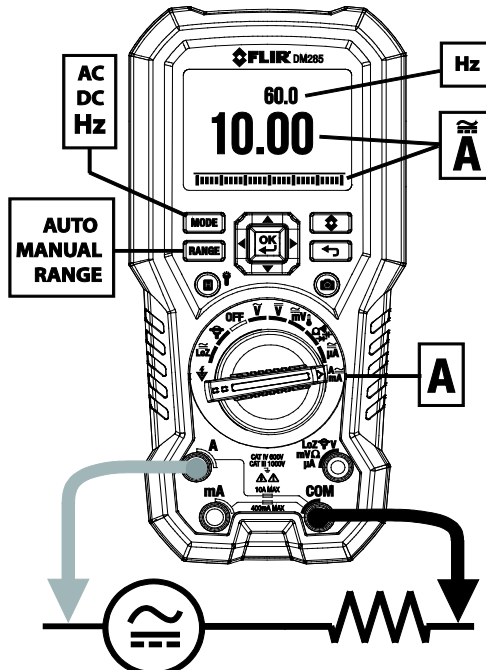
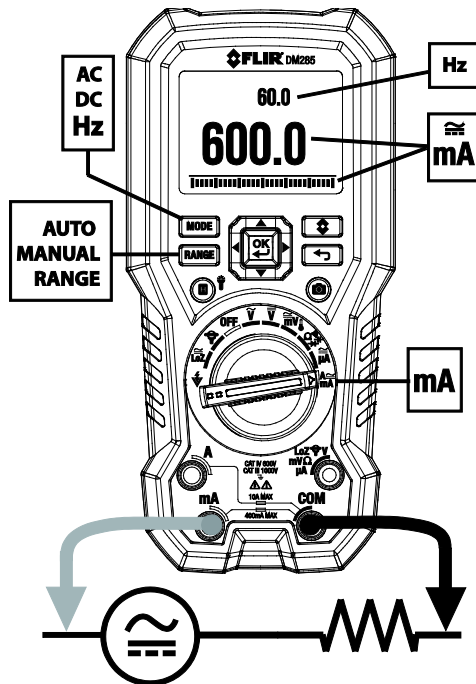
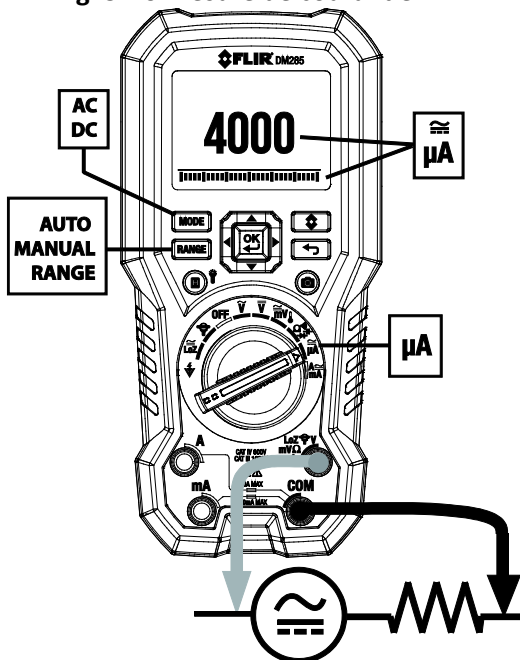

Fig. 9-9 Mesure de courant de haute intensité en A.
Fig. 9-10 Mesure de courant en mA
Fig. 9-11 Mesure de courant en μA
4. Connectez les cordons de mesure en série à la partie illustrée dans le **fig. 9-8** et la **fig. 9-9** pour les mesures en « A », à celle illustrée dans la **fig. 9-10** pour les mesures en mA, ou à celle illustrée dans la **fig. 9-11** pour les mesures en μA .